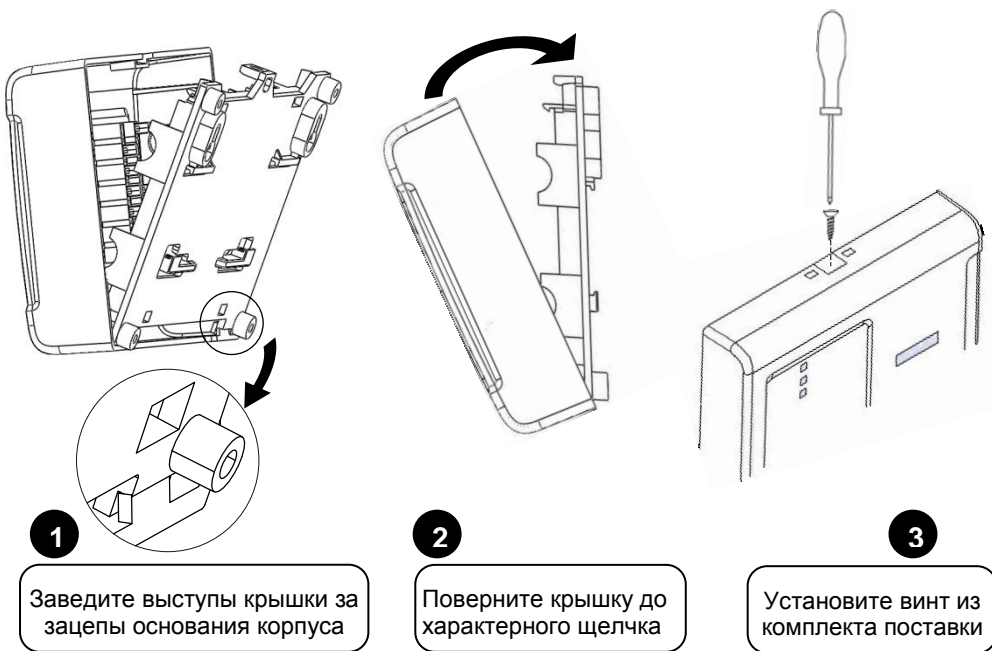

Рисунок 25. Установка крышки контроллера
4.13 Закройте крышку контроллера в порядке, указанном на рис. 25.